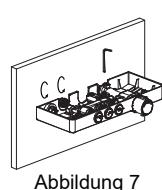

Abbildung 7
- f) Bringen Sie das Thermostat-Duschpaneel wieder an der Wand an. Verwenden Sie einen Schraubenschlüssel, um die Kupferschraube zu sichern und den Warmwasseranschluss und den gebogenen Anschluss zu verbinden (Abbildung 7).